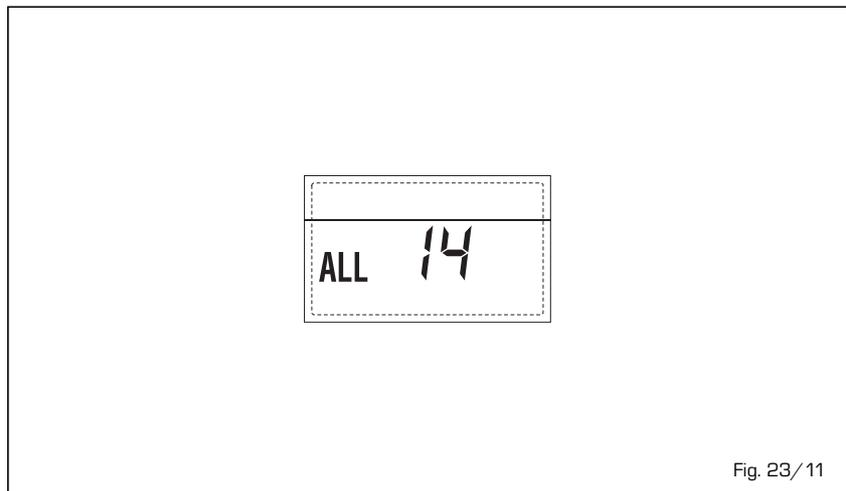

Fig. 23/11
- **ANOMALIA DEL VENTILATORE "ALL 15"** (fig. 23/12)